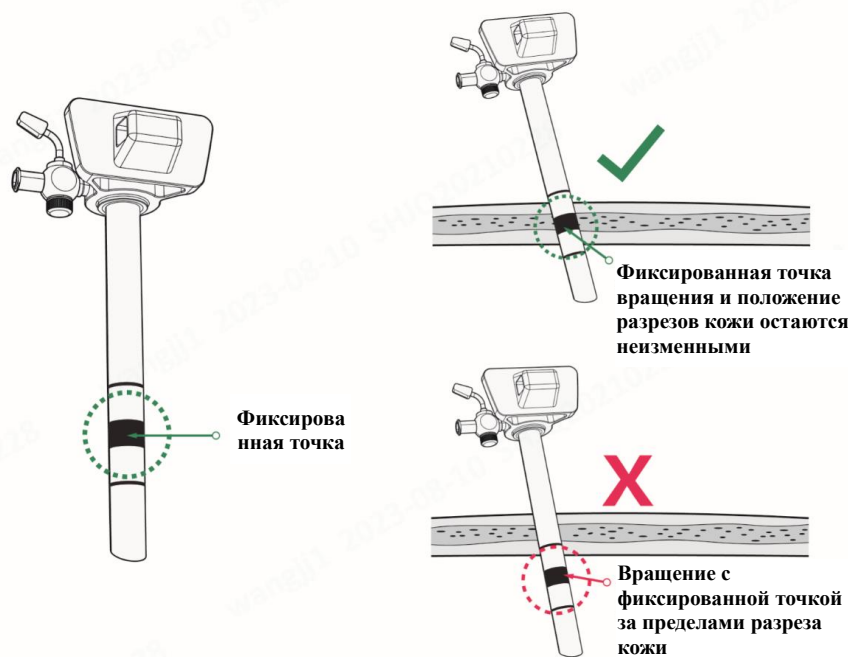

Рис. 2.16. Примерная схема фиксированных точек
① Примечание: Перед операцией медицинский персонал должен выбрать подходящую модель троакара (включая троакар для принудительного введения), основываясь на своем клиническом опыте и соматических симптомах пациента. В соответствии с требованиями на рис. 2.16 конец функциональной канюли должен быть способен обнажить кожные ткани для создания доступа для инструмента/эндоскопа.